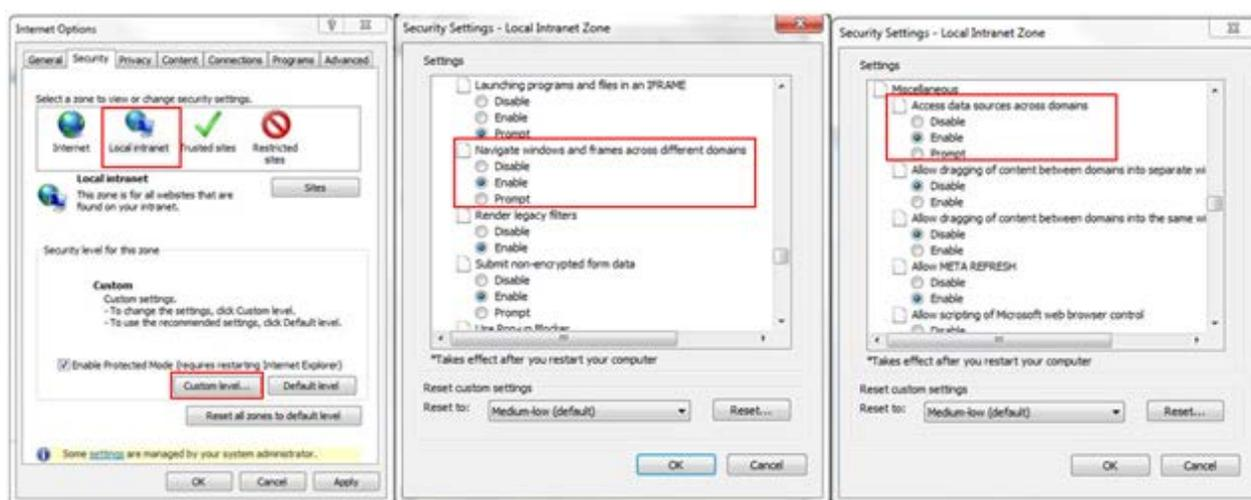

図 3-52 ビデオ装置管理画面
2. Internet Explorer のインターネット オプションにある「セキュリティ」のタブで、「ドメイン間でのデータ ソースのアクセス」と「異なるドメイン間のウィンドウとフレームの移動」を有効にしてください(図 3-52 参照)。